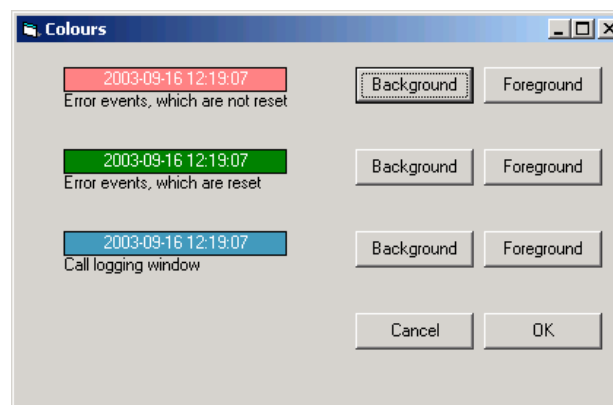

figura 47.4: Finestra colori
- 1 Fare clic sul pulsante *Colours* nella schermata *Initial settings* (vedere figura 47.3) per aprire la schermata *Colors* (vedere figura 47.4).